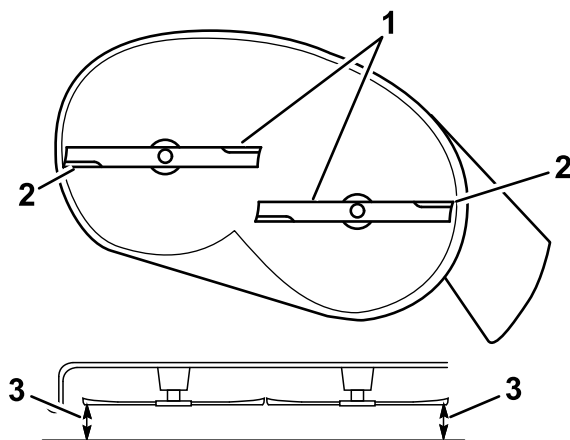
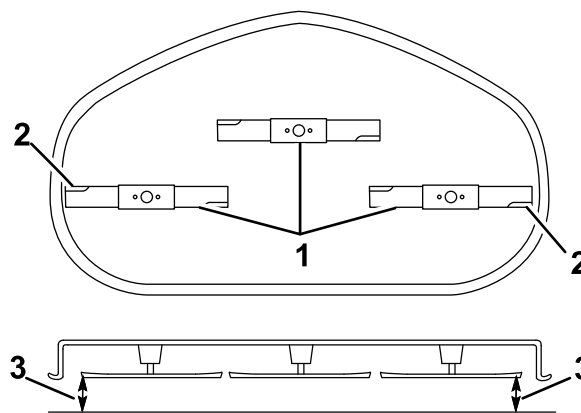

Figura 63
Figura 64
5. Meça entre as extremidades de corte exteriores e a superfície plana (Figura 63 e Figura 64).